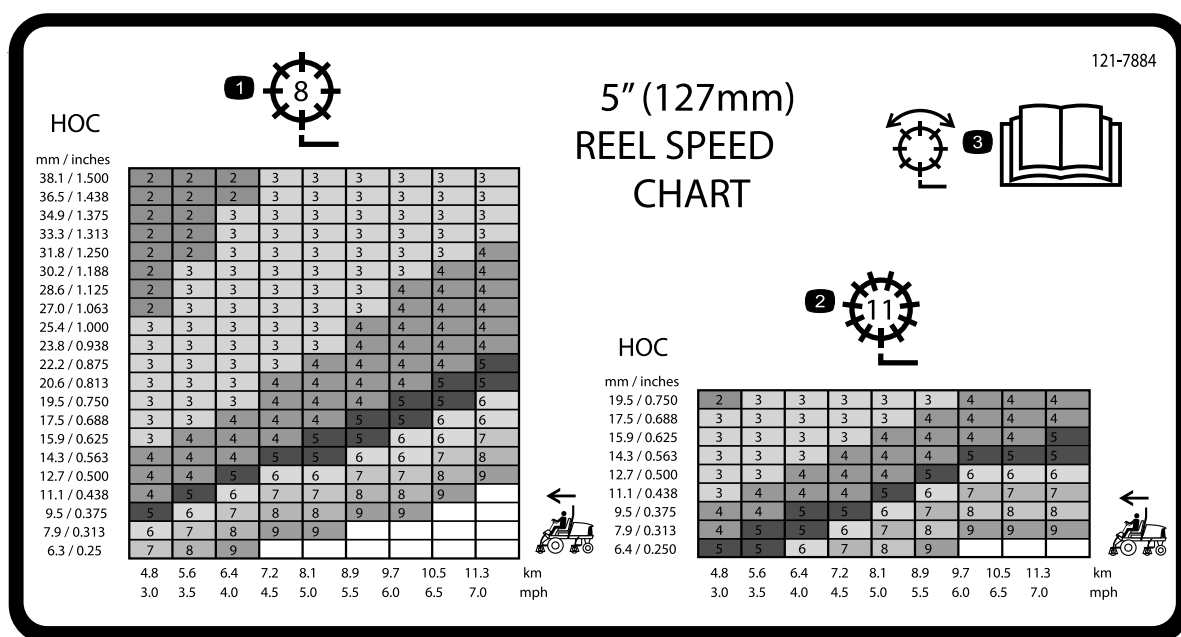

Figura 31
3. Utilize o gráfico no autocolante da velocidade dos cilindros (Figura 31), para determinar a velocidade adequada dos cilindros.